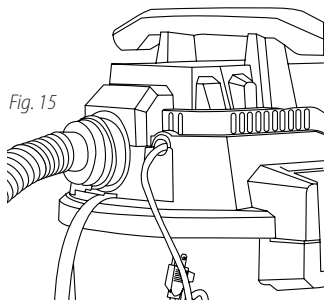

Fig. 15
33. Votre aspirateur peut être utilisé comme un puissant souffleur **3**. Pour utiliser la fonction de souffleur **3**, nettoyez le tuyau **12** de tout débris ou de toute obstruction. Insérez l'extrémité appareil du tuyau dans l'admission dans l'orifice du souffleur situé à l'arrière du couvercle du réservoir. Tournez légèrement l'extrémité du tuyau pour serrer le raccordement. **Fig. 15**. En raison de la puissante force de l'air lors de l'utilisation de certains accessoires, il faut être prudent lors de l'utilisation d'un souffleur.